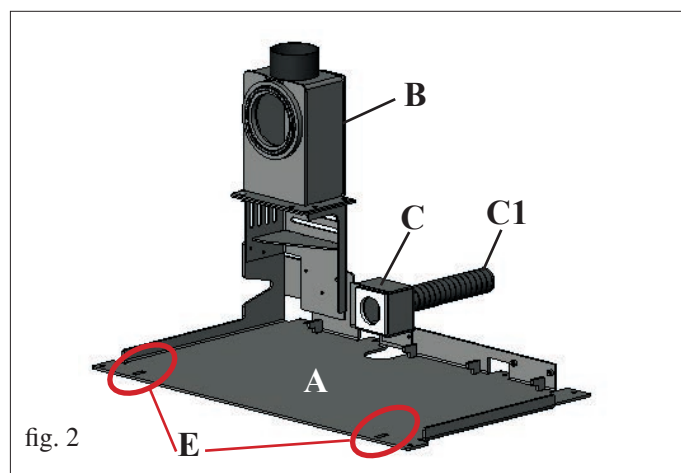
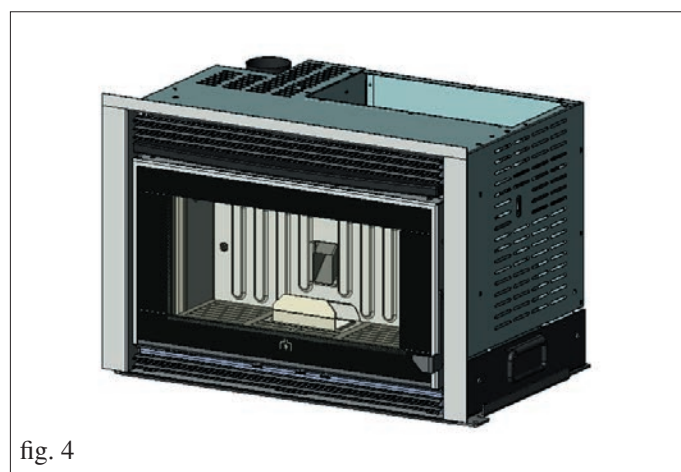
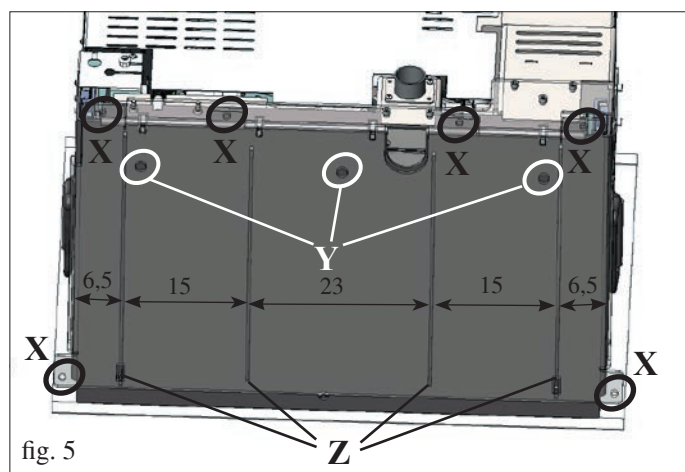

fig. 2
fig. 4
fig. 5
- Fixer la plaque de base (A - fig. 2) sur la base en introduisant des boulons à travers les trous pratiqués sur le pourtour de la plaque (X - fig. 5).
Sinon, pour la fixation de la plaque ci-dessus, on peut introduire des vis à tête fraisée (la tête de la vis ne doit pas dépasser de la plaque de base de plus de 2 mm) à travers les trous existants, présents sur la plaque de base (Y - fig. 5).
Le client peut pratiquer d'autres trous, en faisant attention à ne pas les réaliser au niveau des logements (Z - fig. 5).
- Remettre en place l'insert (fig. 4) en le faisant glisser dans la plaque de base (A - fig. 2) jusqu'en fin de course (l'insert devra s'emboîter dans les deux fentes (E - fig. 2) présentes dans la partie avant de la plaque de base (A - fig. 2), en veillant à ce que les deux plaques n'écrasent pas le câble d'alimentation.
- Ouvrir la porte et soulever le dispositif de blocage du coulissement (F - fig. 5).